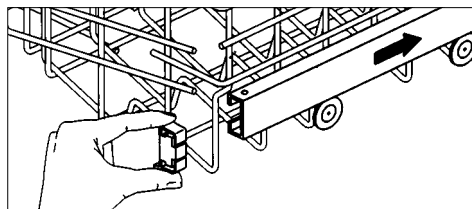
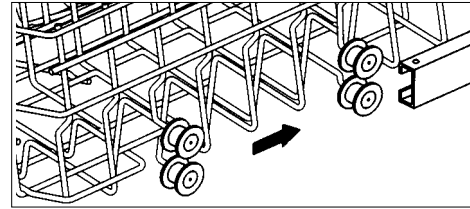

Abb. 7
Abb. 8
- Ziehen Sie den Korb ganz nach vorne und entfernen Sie die Schutzhaube auf der rechten Seite (siehe Abb. 7). Nehmen Sie den Radsatz in den Schienen an (siehe Abb. 8). Schieben Sie den Korb wieder in die Maschine und befestigen Sie die Schutzhaube.